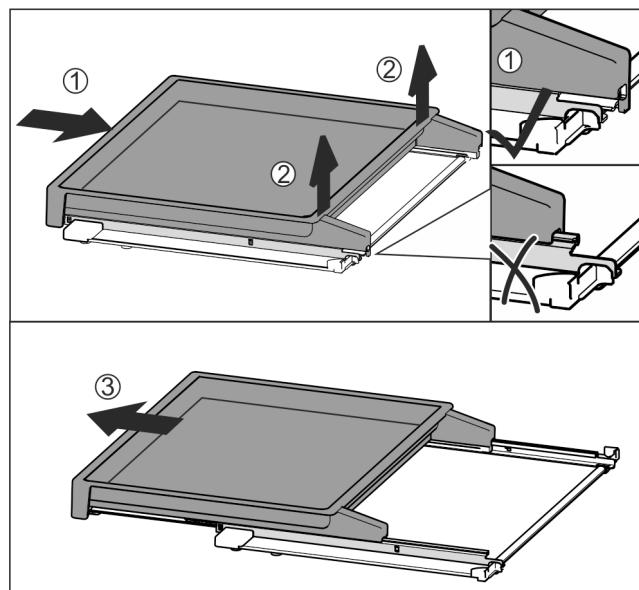

Fig. 50
- Вставить вытяжную панель полностью Fig. 50 (1).
- Отпустить фиксацию на задней стороне Fig. 50 (2).
- Извлеките вытяжную панель движением вперед Fig. 50 (3).